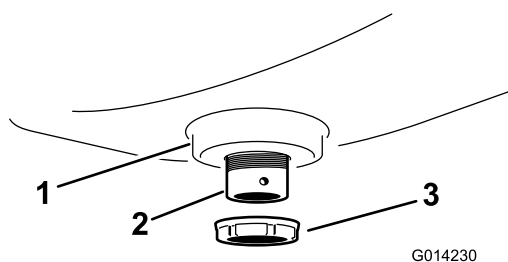

Рисунок 4
3. Закрепите переходной штуцер на промывном баке с помощью пластиковой гайки с фланцем (Рисунок 4).